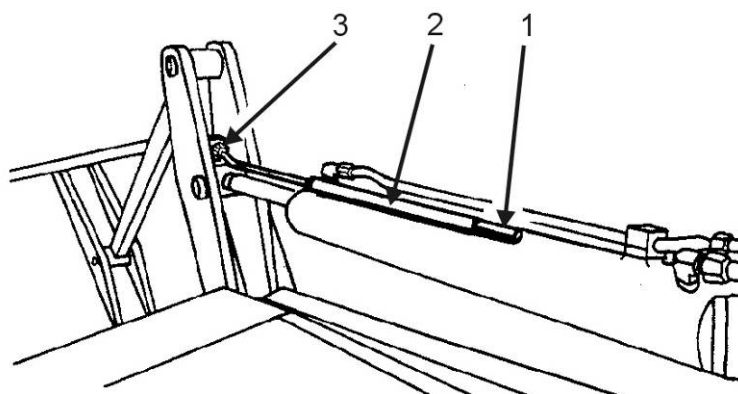

Рис. 4.21. Указатель горизонтирования ковша
4.15.2. УКАЗАТЕЛЬ ГОРИЗОНТИРОВАНИЯ КОВША (Рис. 4.21)